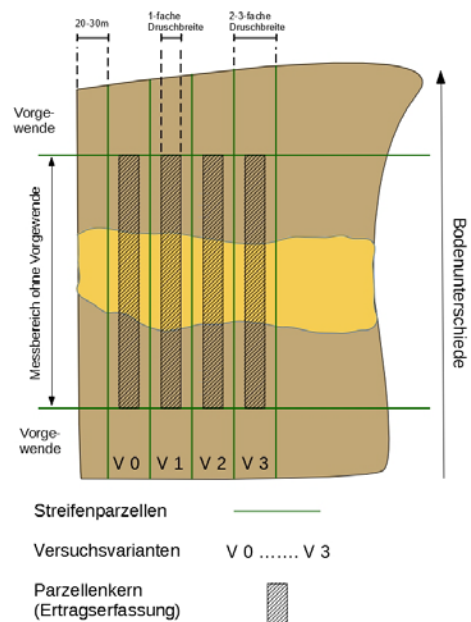

Abbildung 4: Vorgehen bei Bestimmung der Streifenbreite anhand der Druschbreite (Beispielhaft für Kontrolle und 3 Varianten)
Für die Anlage von Praxisversuchen eignen sich Kleinparzellen- und Streifenanlagen. Die Größe der einzelnen Parzellen definiert sich durch die Arbeitsbreiten der im Versuch eingesetzten Maschinen. Soll der Ertrag erfasst werden, ergibt sich die Parzellenbreite z.B. aus der Arbeitsbreite der Erntemaschine. Um Randeffekten vorzubeugen, sollte mindestens die zweifache Arbeitsbreite der Erntemaschine als Streifenbreite gewählt werden. Nur dann kann ein Kernparzellendrusch gewährleistet werden (Abbildung 4).
- Kerndrusch empfohlen (Streifen in 2- bis 3-facher Druschbreite anlegen und nur den Parzellenkern ernten, Abbildung 4)
- Auch alle weiteren Prüfmerkmale nur im Parzellenkern erheben (Abbildung 4)